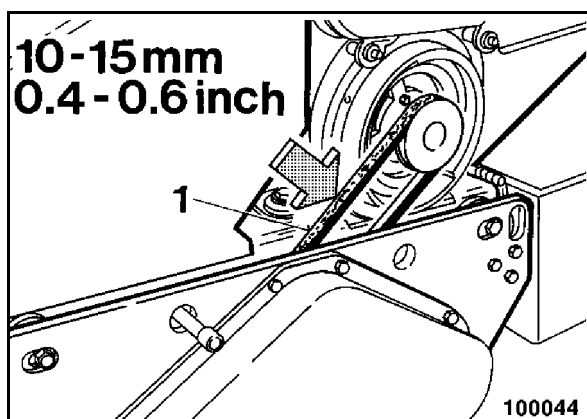

Fig. 70
- Comprobar la correa trapezoidal 1 (Fig. 70) por su estado y tensión. Cambiarlo si la correa trapezoidal está dañada.